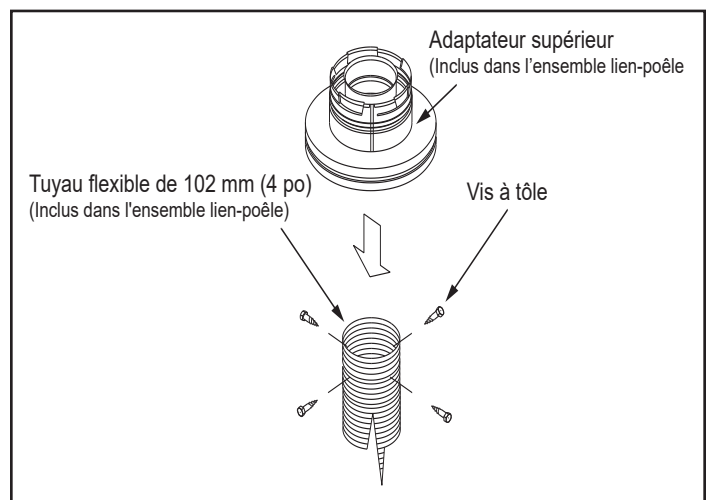

Figure 3.20
- Connectez l'extrémité de la section de conduit flexible à la face inférieure de l'adaptateur supérieur au moyen de quatre vis à tôle. Voir figure 3.20.